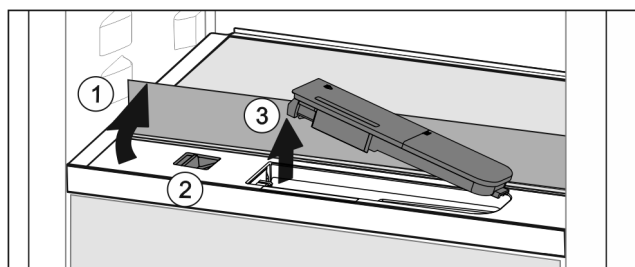

Fig. 42
- ▶ Повдигнете стъклената плоча и я завъртете до ограничителя назад Fig. 42 (1).
- ▶ Преместете плъзгача Fig. 42 (2) наляво.
- ▶ Извадете резервоара за вода Fig. 42 (3).